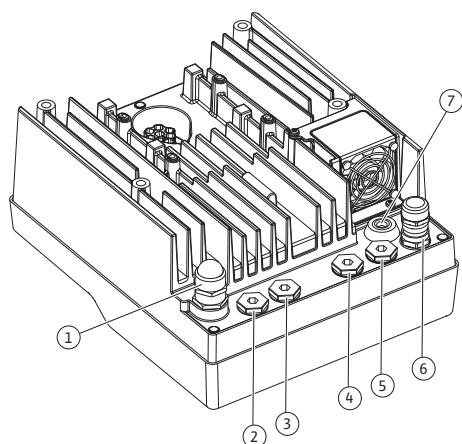

Fig. 23: Navojni priključci kablova/kablovski uvodnici (0,37 kW...7,5 kW)
Na elektronskom modulu (Fig. 23) se nalazi šest kablovskih uvodnika prema priključnoj kutiji. Kabl za napajanje električnog ventilatora naponom je fabrički montiran na elektronskom modulu. Mora se voditi računa o zahtevima za elektromagnetnu kompatibilnost.
| Priključak | Navojni priključak kablova | Kablovski uvodnik Fig. 23/24, poz. | Br. stezaljke |
4. Sprovesti priključni kabl kroz navojni priključak kabla M25 (Fig. 23, poz. 1, kod 0,37 kW...7,5 kW).